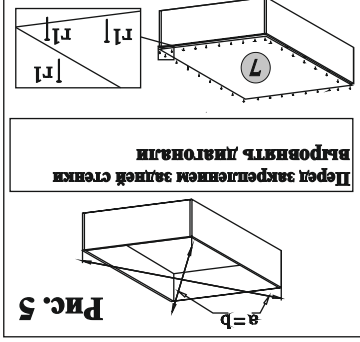

Рис. 5
5.4. В отверстия диаметром 8 мм на торцевых краяхках панелей 4, 5 вставить шканты Ш1 (рис.5).
5.6. Уложить корпус передней частью вниз на ровную поверхность и выровнять по диагонали. Закрепить заднюю стенку 7 на корпусе шкафа гвоздями Г1 при помощи молотка (рис.5).